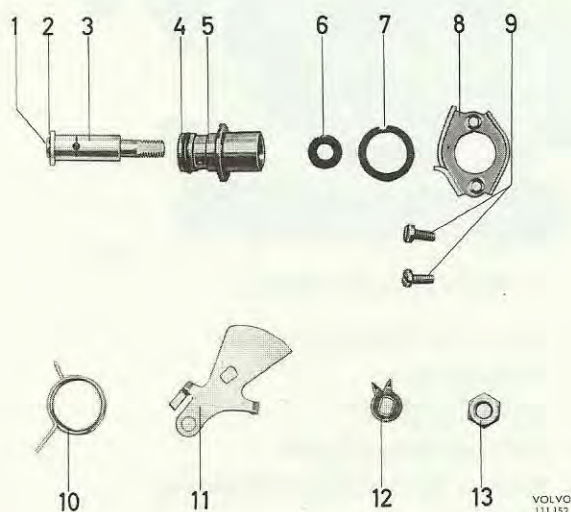

Bild 15. Kallstartanordning isärtagen
4. Drag ut kallstartanordningen från förgasarhuset. Tryck spindeln ur kallstartanordningens hus. Tag bort packningen (7 bild 15), gummiringen (4) och tätningen (6).